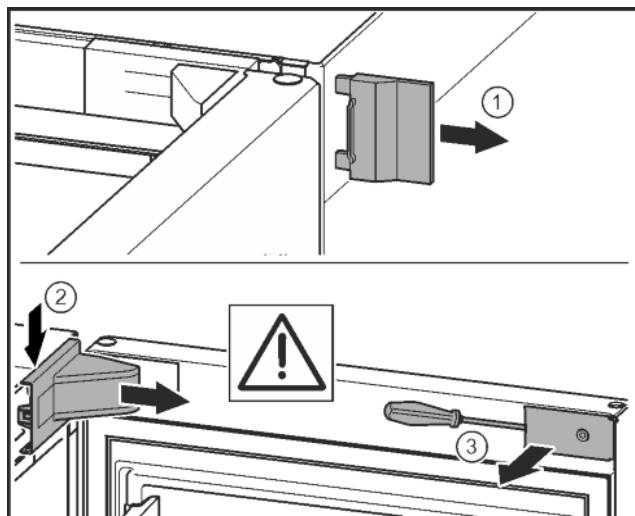

Fig. 9
- Detaşați capacul exterior. Fig. 9 (1)
- Deblocați și desprindeți capacul suportului de lagăr. Scoateți capacul suportului de lagăr. Fig. 9 (2)
- Deblocați masca cu surubelnită plată și pivotați-o în lateral. Fig. 9 (3)